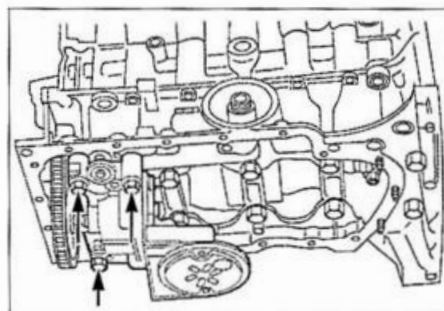

FIG. 22
- Desmontar los tornillos de fijación de la bomba de aceite (Fig.22).